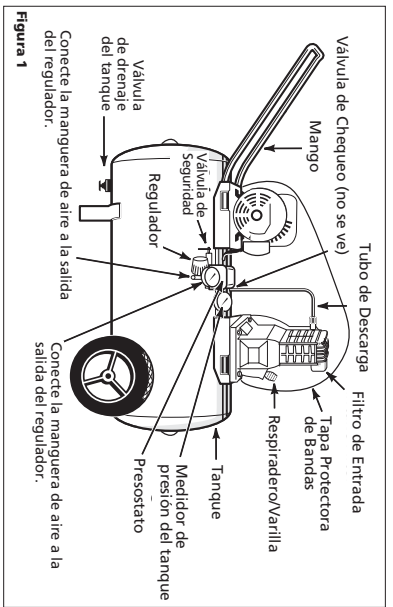
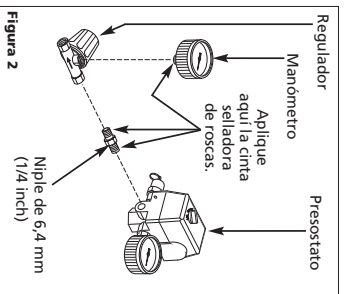

Figura 1
Figura 2
Vea la Figura 1 y ubique las siguientes piezas.
- El ensamble está diseñado para ser colocado únicamente en la salida del distribuidor (vea la Figura 1), introduciendo el niple para tuberías (vea la Figura 2) y girando el ensamble hacia la derecha. Apriete hasta que quede ajustado o a 75 pulg.-lb. El manómetro se debe orientar en la misma dirección que el manómetro que ya está incorporado al compresor (vea la Figura 1). Conecte la manguera y la boquilla para neumáticos. Usando agua jabonosa compruebe que no haya pérdidas.